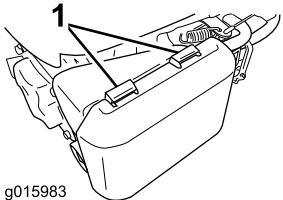

Рисунок 26
- Нажмите на язычки защелок, расположенные наверху крышки воздухоочистителя (Рисунок 26).